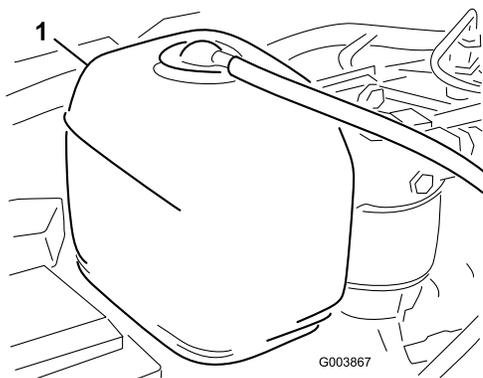

図 25
1. 液量の点検は補助タンクで行う(図 25)。タンク側面についている2本のマークの間であれば適正である。